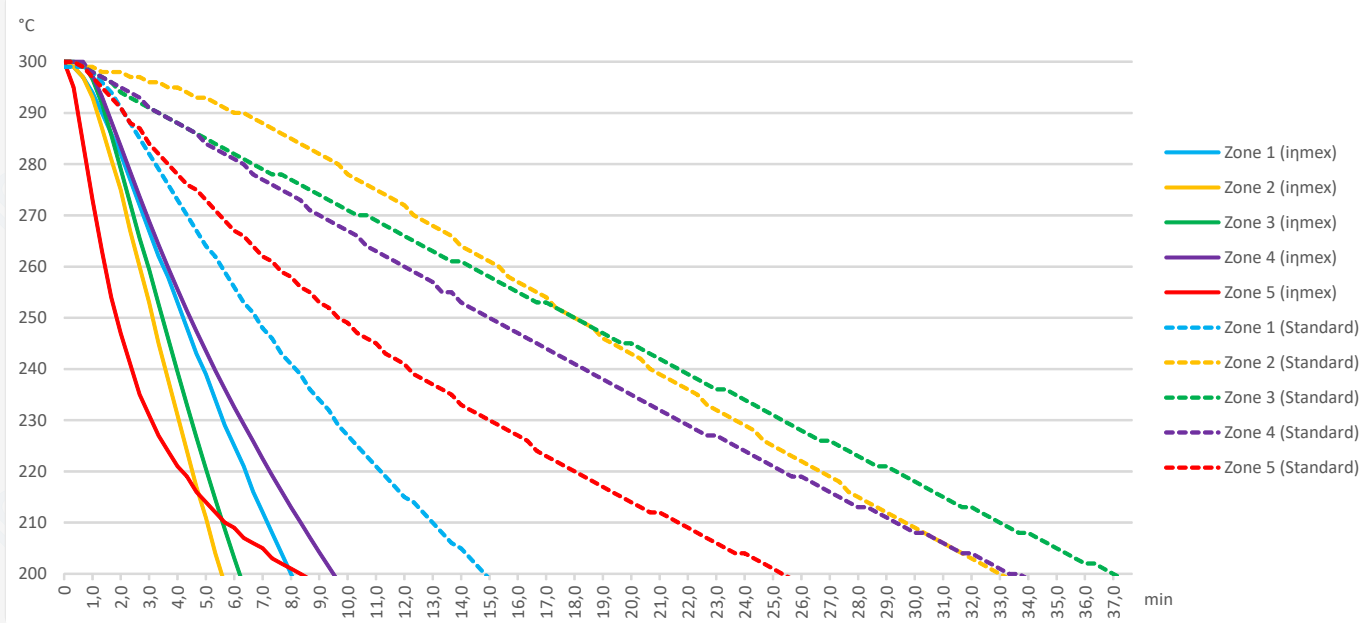

Abb. 2 Abkühlkurvenvergleich inmex - Arburg
Abb. 2 zeigt die Abkühlkurve der nicht-isolierten Standard-Plastifiziereinheit an der Umgebungsluft. Um von einer durchgängigen Zylindertemperatur von 300 °C auf 200 °C abzukühlen, benötigt die langsamste Zone (3) 37 min. Anders verhält es sich hingegen bei Zone 1, die sich direkt neben der konstant gekühlten Einzugszone befindet und mit 15 min etwas schneller den Zielwert erreicht. Mit Isolationsmanschetten wäre von einer ungleich längeren Zeit auszugehen.